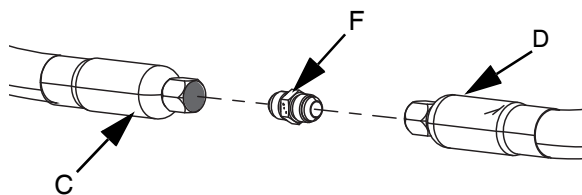

ABB. 20
6. Bei Verwendung von zwei Zufuhrschläuchen (C und D) das Fitting von Versorgungsschlauch 1 an Versorgungsschlauch 2 (F) verwenden, um Versorgungsschlauch 1 (C) an Versorgungsschlauch 2 (D) anzuschließen. Siehe ABB. 20.